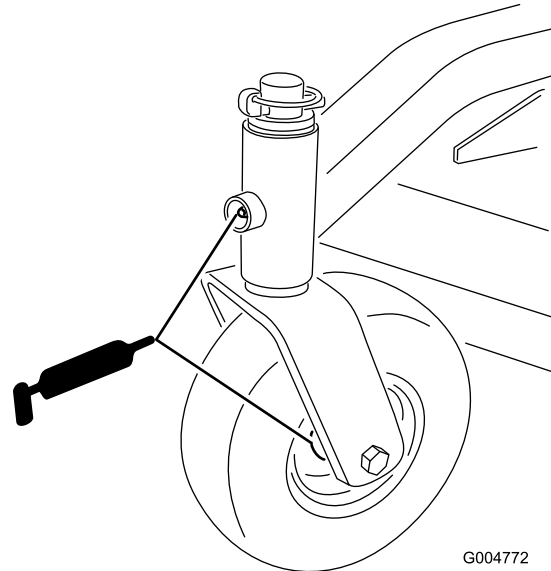

Figura 24
1. Lubrique los cojinetes de las ruedas giratorias delanteras y los pivotes delanteros (Figura 24).
4. Retire el retén de las ruedas traseras. Lubrique el cojinete de las ruedas traseras (Figura 24).